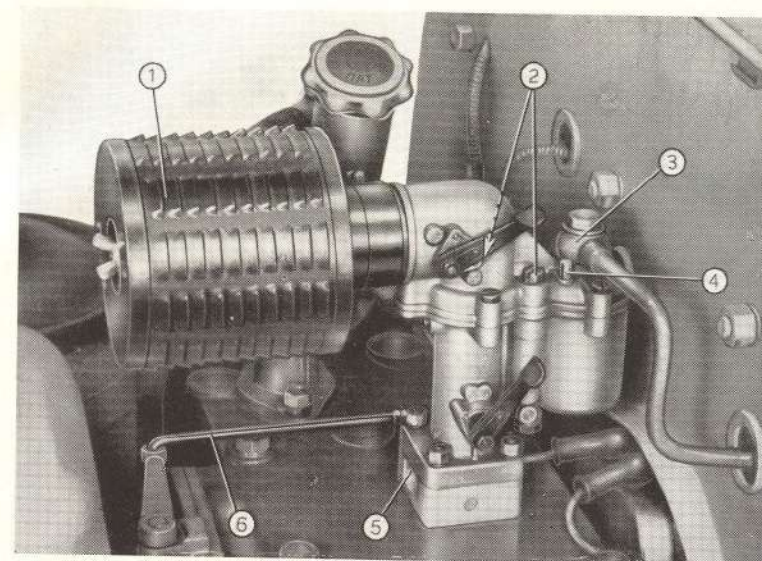

Fig. 68. - Détail du carburateur.
Au cas d'insuffisante arrivée de carburant au carburateur, nettoyer d'abord le filtre dans le réservoir, puis, si cela ne suffit pas à éliminer l'inconvénient, fermer le robinet du réservoir, ôter le raccord de la canalisation d'arrivée au carburateur (3, fig. 68), extraire la crépine intérieure et la laver à l'essence.
**Toutes les 80 heures de travail:** démonter le couvercle avant du filtre (fig. 68), extraire l'élément filtrant intérieur et le nettoyer avec soin à l'aide d'un pinceau ou d'un jet d'air.